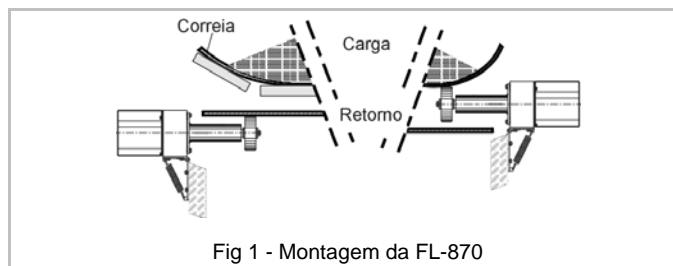

Fig 1 - Montagem da FL-870
- A roda pode ficar em contato com a correia tanto no lado da carga quanto no lado de retorno, desde que a correia esteja bem esticada nestes pontos, garantindo que seu movimento faça com que a roda da FL-870 gire (fig.1).